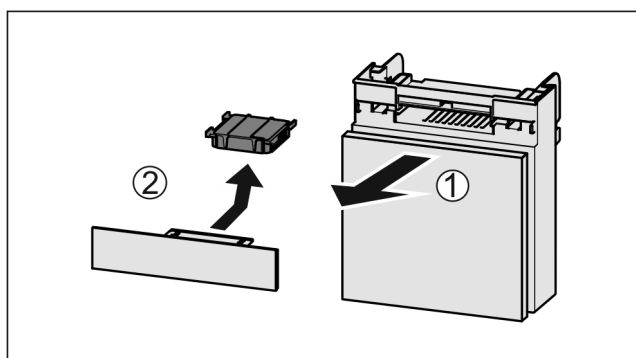

Fig. 69
- ▶ Издърпайте Fig. 69 (1) напред отделението.
- ▶ Извадете Fig. 69 (2) филтъра с активен въглен.